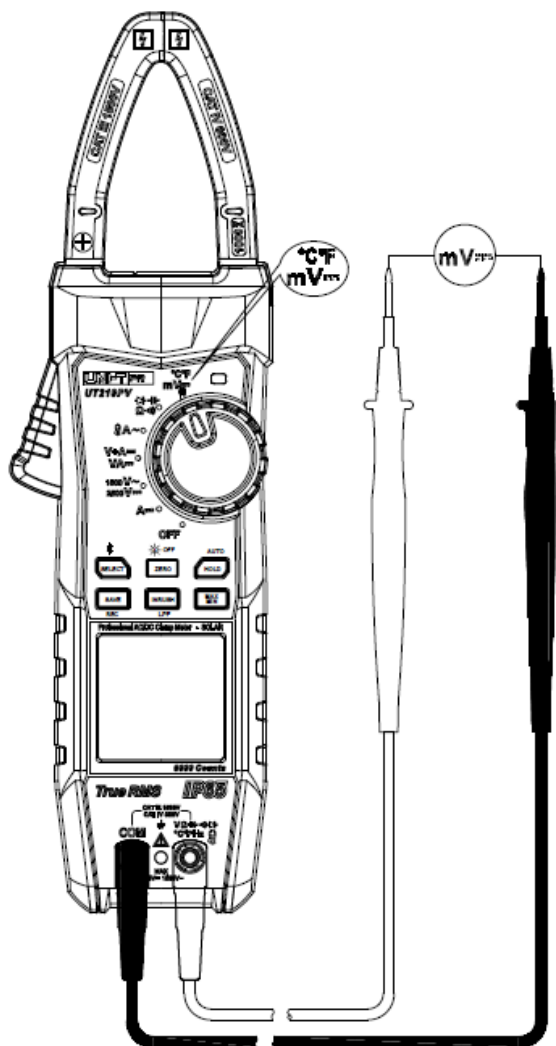

Figura 11
8. Misura della tensione CC (mV) (Figura 11)